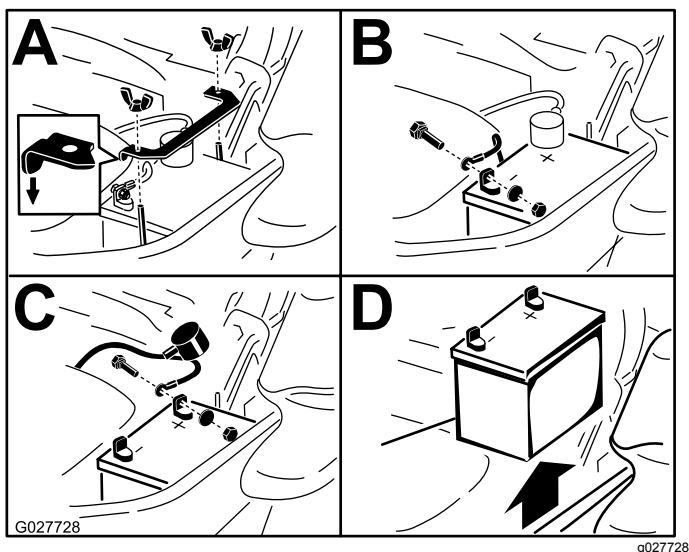

Figure 56
3. Retirez la batterie, comme montré à la Figure 56.